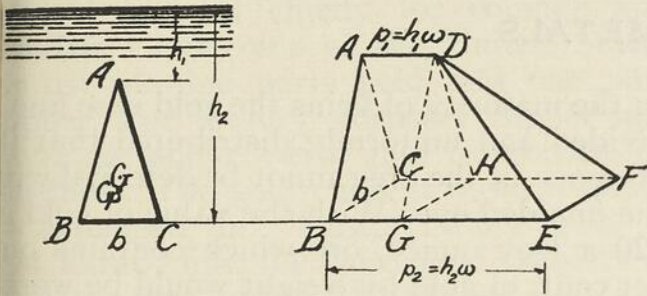

FIG. 9
b) Triangle BAC vertical à base BC horizontale, avec sommet A à h_1 en contre-bas du niveau libre (Voir Fig. 9).